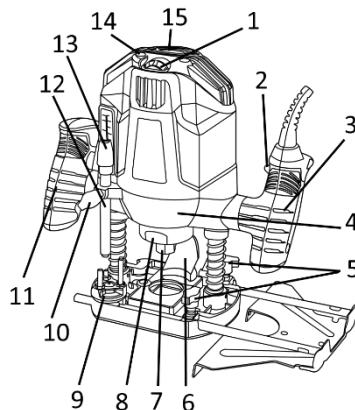

Рисунок 1
2.3.2 Увімкнення та вимкнення виробу здійснюється клавішою вимикача 2 (рисунок 1). Кнопка фіксації дозволяє тримати вимикач у ввімкнутому стані для режиму тривалої роботи.
2.3.3 Фреза в цанговому патроні 7 (рисунок 1) закріплена на валі електропривода (шпинделі).
2.3.5 На опорній платформі встановлений 7-ступінчастий упор (9) (рисунок 1) з опорними площинами, які служать для обмеження глибини фрезерування. 7-ступінчастий упор має можливість повороту навколо своєї осі, що дозволяє швидко виконувати зміну глибини фрезерування на 3 мм для кожного кроку.
2.3.7 Швидкість обертання шпинделя змінюється коліщатком регулятора (1) (рисунок 1).
Перевести обмежувач глибини фрезерування (12) (рисунок 1) у положення для максимальної глибини обробки.
Під час налаштування глибини занурення фрези слід пам'ятати, що у процесі роботи необхідна глибина фрезерування досягається за допомогою її постійного збільшення. Виріб оснащений 7-ступінчастим поворотним упором-обмежувачем (9) (рисунок 1), який дозволяє поступово збільшувати глибину занурення фрези, не налаштовуючи її при цьому описаним вище способом: спочатку фрезерування виконується на мінімальній глибині (перше положення з високою площинкою), а потім доходить до останнього (сьюмого) положення. При кожному повороті обмежувача глибина занурення фрези збільшується на 3 мм.
Зміні частоти обертання здійснюють за допомогою коліщатка регулятора швидкості обертання шпинделя (1) (рисунок 1) на корпусі виробу.
3.6.3 Плавно підведіть ріжучий інструмент (фрезу) до поверхні оброблюваного матеріалу, поки обмежувач глибини фрезерування (12) (рисунок 1) не торкнеться нижньої сходинки 7-ступінчастого упору (9) (рисунок 1).